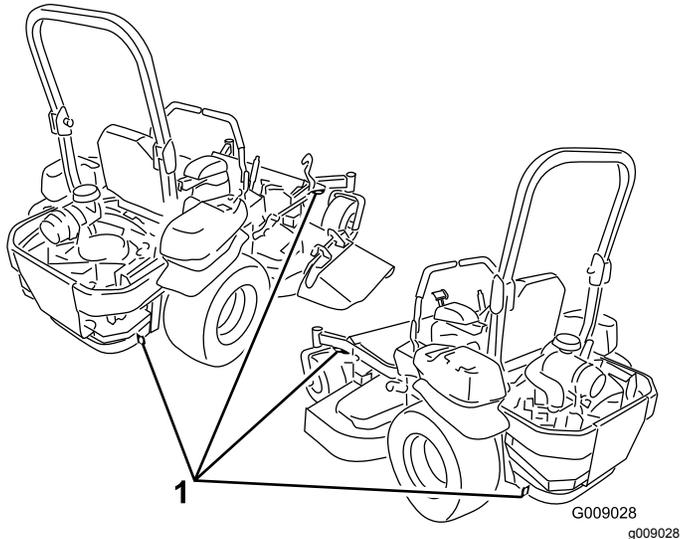

Figura 37
5. Utilizzate gli anelli di ancoraggio metallici sulla macchina per fissarla saldamente al rimorchio o all'autocarro per mezzo di cinghie, catene, cavi o corde (Figura 37).